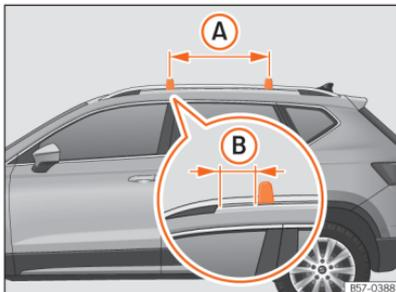

Fig. 180 Pontos de fixação das barras transversais para o porta-bagagens no tejadilho.
As barras transversais montam-se nas barras laterais do tejadilho. A distância entre barras transversais »» Fig. 180 (A) deverá ser entre 70 e 90 cm e a distância das barras transversais com os suportes das barras laterais do teto (B) deverá ser de 15 cm.